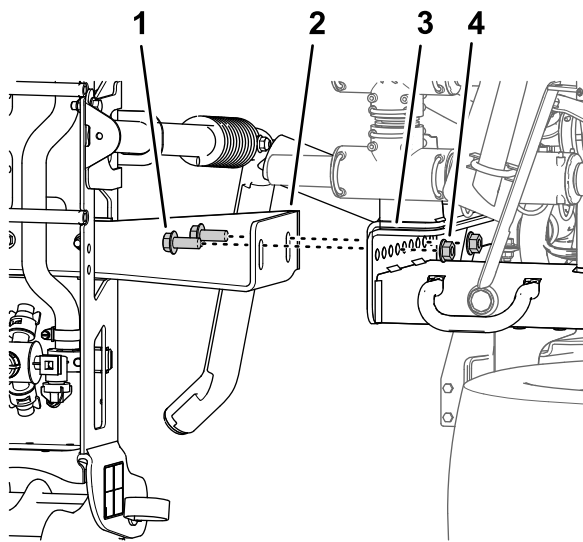

図 47
4. センターboom用サポートブラケットを機体フレームの取り付けプレートに固定しているフランジヘッドボルト $\frac{1}{2}$ x $1\frac{1}{4}$ "とフランジロックナット $\frac{1}{2}$ "4個とを外して、センターboomを機体から外す 図 47。